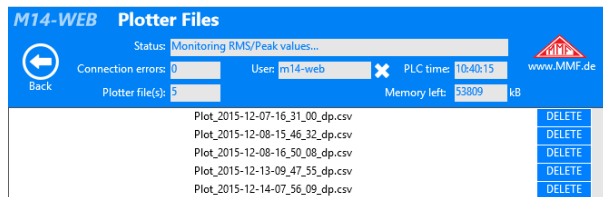

Bild 44: Plot-Dateien löschen
**Plot-Dateien löschen** Durch Klick auf „Plotter files“ in der Effektiv-/Spitzenwertüberwachung öffnet sich eine Liste mit CSV-Dateien, die Sie durch Klicken auf „Delete“ von der SD-Karte löschen können (Bild 44).